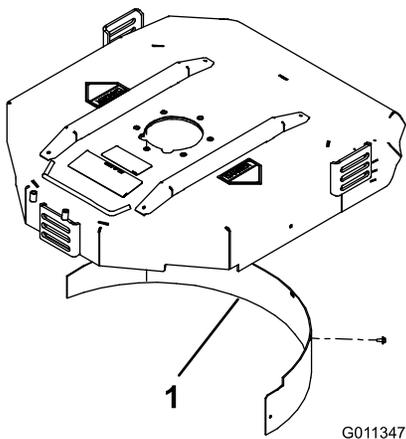

Figure 7
2. Montez le déflecteur de déchetage dans l'ouverture arrière et fixez-le avec 5 boulons à embase (Figure 7).